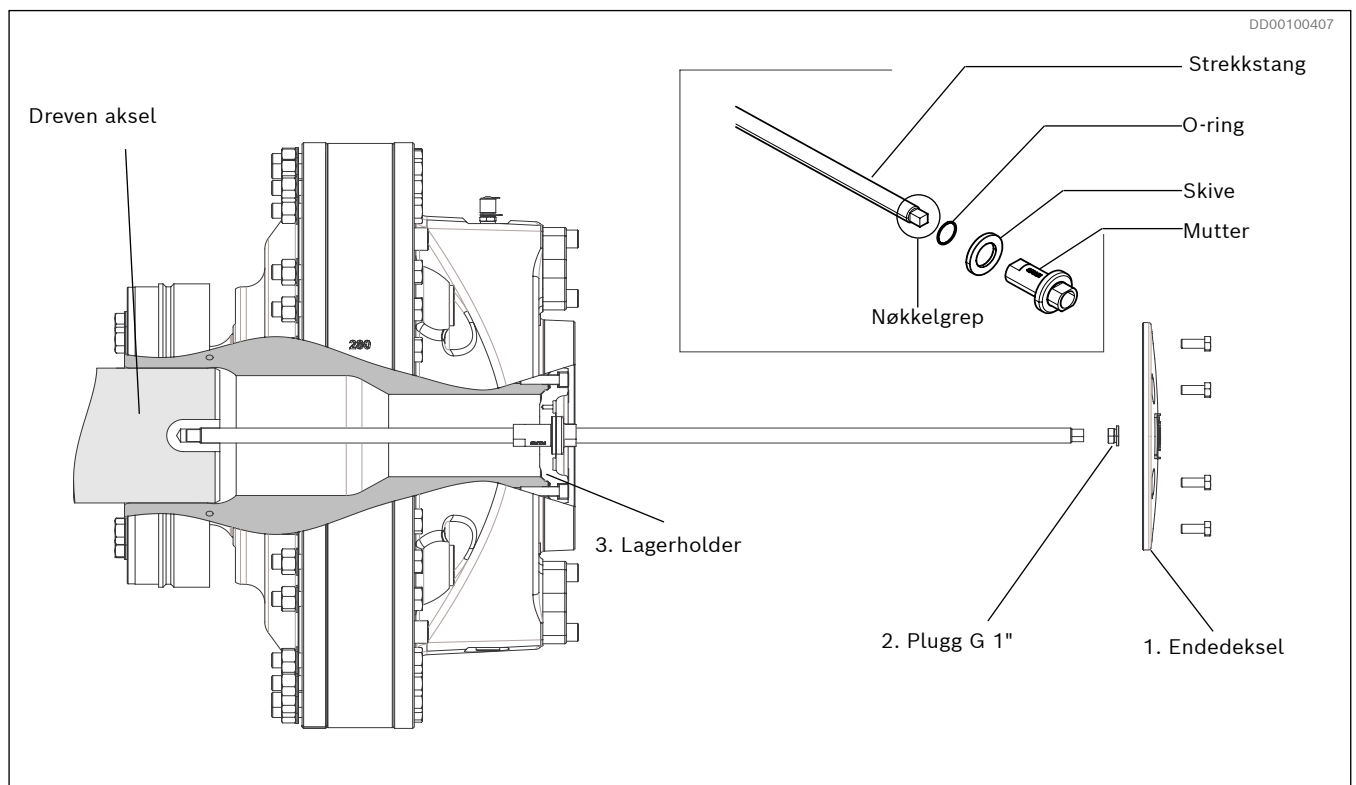

Fig. 40: Montere koplingsmotor med monteringsverktøy
1. Ta av endedekselet (1) sammen med skruer og skiver.
2. Fjern pluggen G 1" (2).
4. Installer monteringsverktøyet ved å skyte strekkstangen gjennom midten av motoren og skru det inn i den drevne akselen ved å bruke en skrunøkkel på nøkkelgrepet på enden av monteringsverktøyet. Sett på skiven og skru mutteren fast på lagerholderen (3). Se Fig. 40.